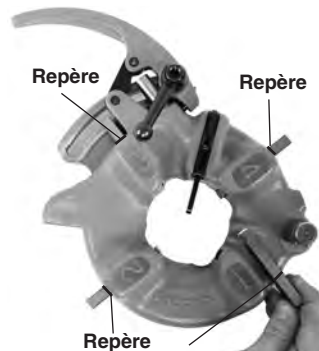

Figure 9 – Insertion des filières
6. Insérez les filières appropriées (chiffre en haut) en les enfonçant jusqu'à ce que leur repère arrive à fleur du rebord de la tête (Figure 9). Les chiffres des filières doivent correspondre à ceux des logements correspondants de la tête de filière. Remplacez systématiquement